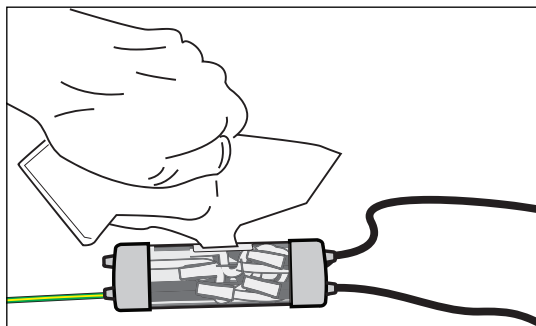

Figure 20. Versement de composé de scellement dans le manchon
7. Une fois que vous sentez que le mélange est chaud, coupez immédiatement un angle et remplissez lentement le manchon en plastique de la protection du circuit I.S. (Figure 20). Arrêtez juste avant que le manchon soit rempli. **Ne versez pas une quantité excessive de composé !**